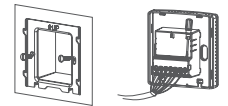

Рис. 2. Установка опорной пластины и подключение терморегулятора
2. Подготовьте отверстие в стене под монтажную коробку. С помощью отвертки закройте опорную пластину в монтажной коробке и зафиксируйте ее двумя шурупами. Подведите к коробке силовые кабели, провода внешнего выносного датчика температуры (опционально) как показано на рис. 2.